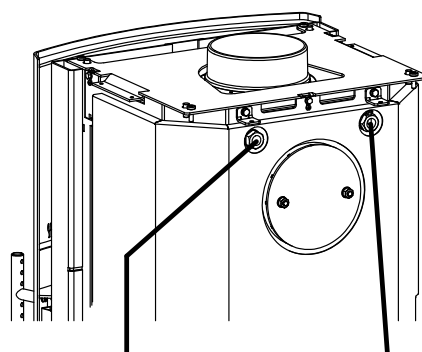

Fig. 3 Poche à sonde pour TAS Poche à sonde pour sonde de température «Contrôleur du différentiel
- Insérer la sonde de température du «Contrôleur du différentiel de température» dans le poche à sonde droit et bloquer avec la vis filetée (Fig. 3).